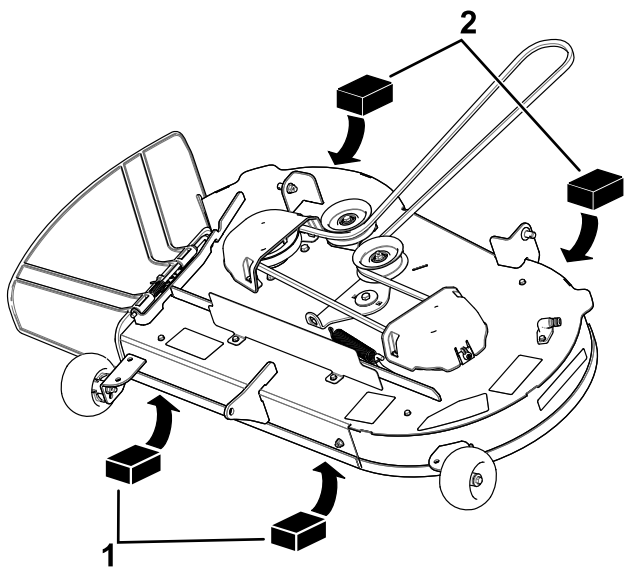
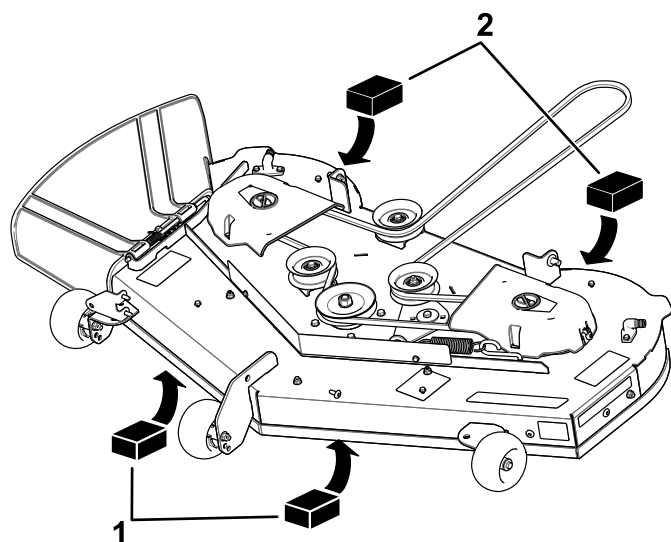

Figura 64
Figura 65
4. Coloque dos bloques de 6.6 cm (2 5/8") de grosor debajo de cada lado del borde delantero de la carcasa, pero no debajo de los soportes de los rodillos protectores del césped (Figura 64 o Figura 65).
5. Coloque dos bloques de 7.3 cm (2 7/8") de grosor debajo del borde trasero del faldón de la carcasa de corte, uno en cada lado de la carcasa de corte (Figura 64 o Figura 65).